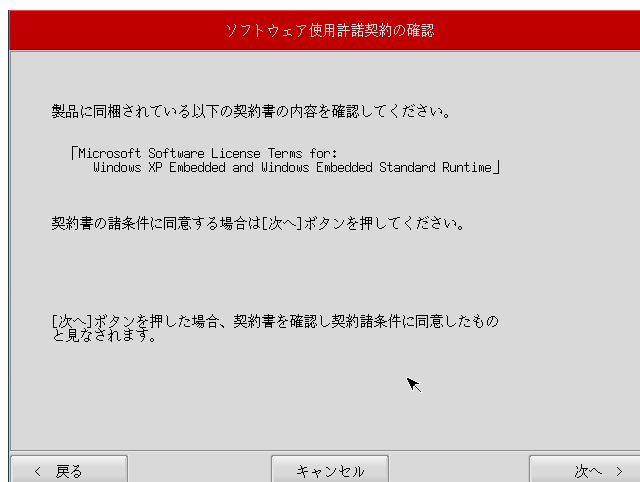

図 6-2-1. ソフトウェア使用許諾契約確認画面
- ⑤ ソフトウェア使用許諾契約確認画面（図 6-2-1）が表示されます。使用許諾契約を確認し、使用許諾契約の諸条件に同意できる場合は[次へ]ボタンを押します。